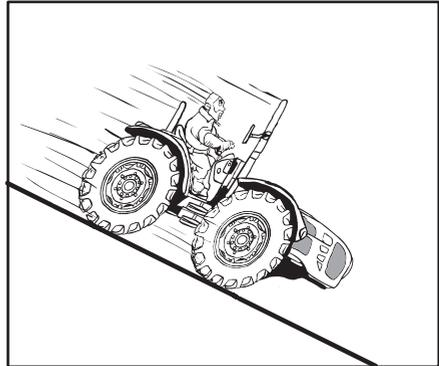

Abb. 2.24
- Vor dem Fahren von Steigungen oder Gefällen einen niedrigen Gang einlegen (Abb. 2.24).